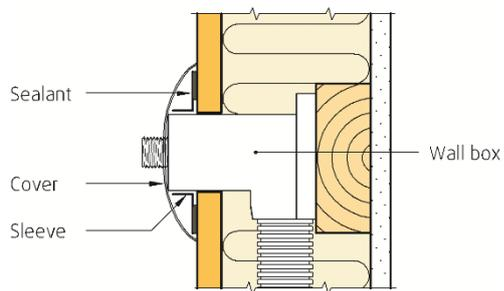

Fig. 3
- Die mit dem Einbauelement gelieferte Muffe ist mit einem der in Tabelle 3 aufgeführten Dichtmittel am Feuchtraumpaneel zu befestigen. Siehe Abbildung 3.